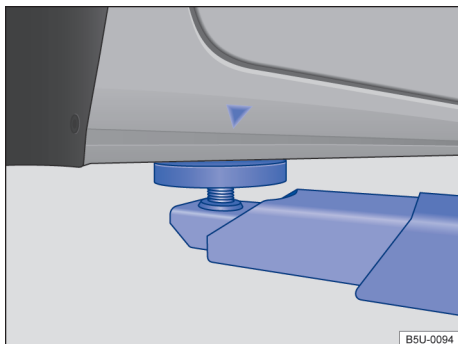
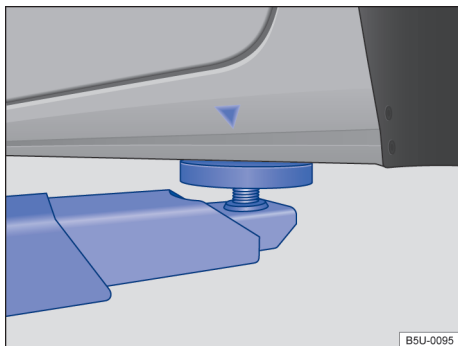

Fig. 149 Pontos de apoio dianteiros para a suspensão com plataforma elevatória ou com macaco.
Fig. 150 Pontos de apoio traseiros para a suspensão com plataforma elevatória ou com macaco.
O veículo deve ser suspenso somente pelos pontos indicados nas figuras → Fig. 149 e → Fig. 150. Se o veículo não for suspenso pelos pontos indicados, podem ocorrer danos no veículo → ⚠ e ferimentos graves → ⚠.
- Suspender o veículo somente pelos pontos indicados nas figuras → Fig. 149 e → Fig. 150. Se o veículo não for suspenso pelos pontos indicados, o veículo poderá cair da plataforma elevatória quando, por exemplo, o motor ou a suspensão for desmontado.